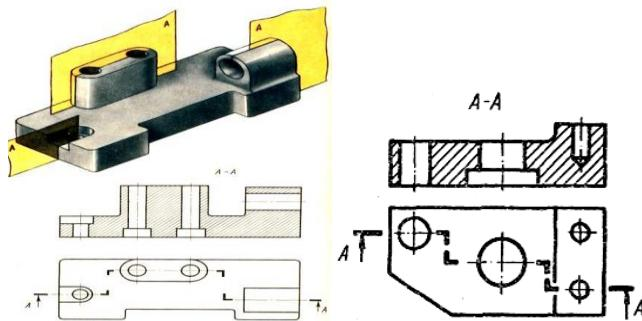

Рисунок 4.8 - Ступенчатый разрез
**Ступенчатый разрез** – сложный разрез, образованный параллельными секущими плоскостями (рисунок 4.8).